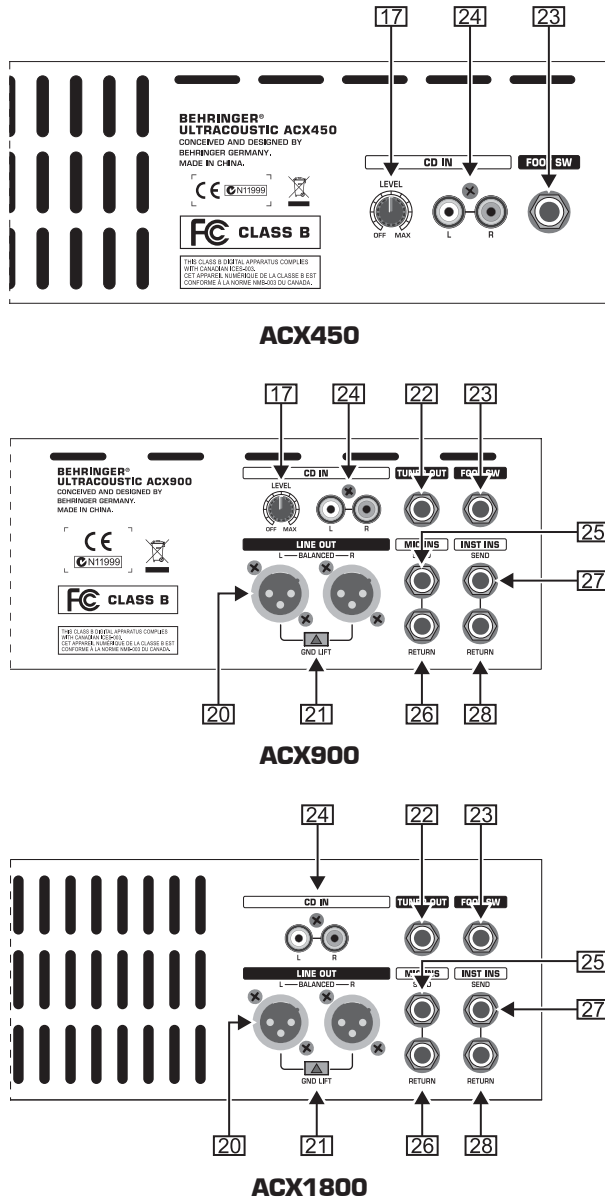

Bild 2.2: Anslutningarna på baksidan
- 17 På baksidan av ULTRACOUSTIC finns det en CD-ingång. Med CD LEVEL-reglaget i Master-sektionen (endast ACX1800) bestämmer du ljudstyrkan på den signal som är ansluten till CD-ingången. På ACX900 och ACX450 befinner sig dessa reglage på baksidan (se bild 2.2).